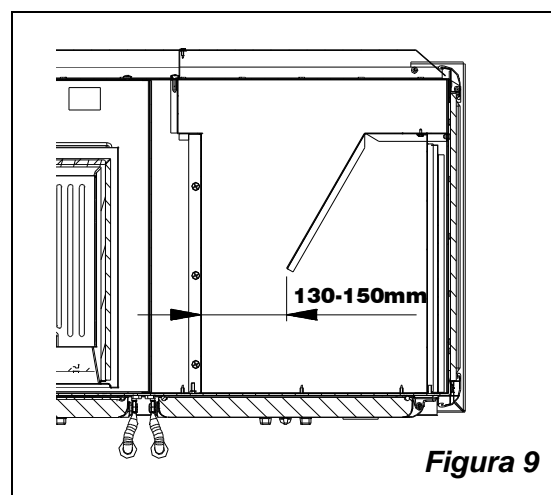

Figura 9
5. controllare la posizione del deflettore fumi (vedi Figura 9);